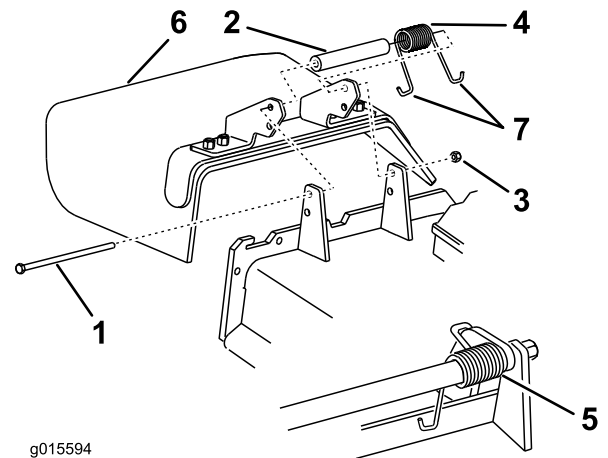

Figure 95
de pivot (Figure 95). Enlevez le déflecteur s'il est endommagé ou usé.
**Remarque:** Prenez soin de placer une extrémité en J du ressort derrière le bord du tablier avant de mettre le boulon en place, comme illustré à la Figure 95.
3. Remettez le boulon et l'écrou. Accrochez une extrémité en J du ressort au déflecteur d'herbe (Figure 95).